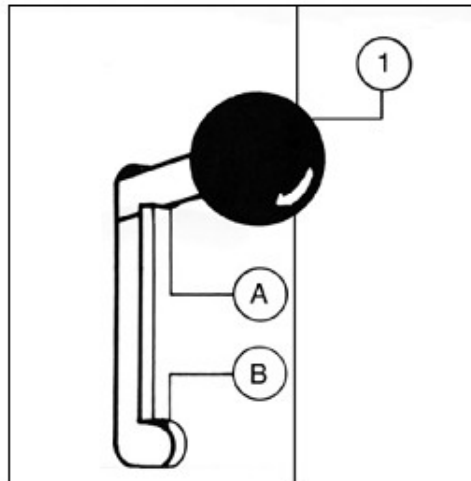

Abb. 16
- Es ist nicht möglich, die Maschine zu starten, wenn die Fräsdorn-Sperre (Bild 16 – 17) funktioniert. Auch dann brennt die Gelbe Anzeigeleuchte.
- Um die Maschine betriebsbereit zu erhalten, ist es wichtig zu überprüfen, wenn das Handle auf (Abb. 16 verweist.A) und der Brems-Freigabe-Schalter ist auf "0" (Abb. 15.2).